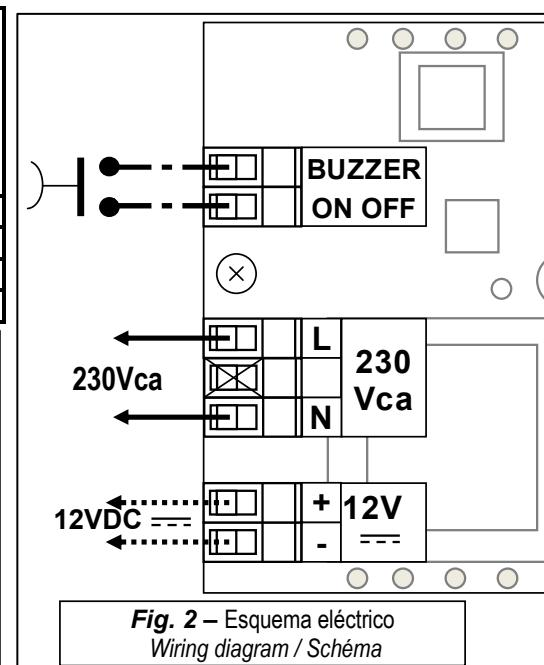

Fig. 2 – Esquema eléctrico
**Conexiones eléctricas (Fig. 2):** Los terminales son del tipo enchufable, y es necesario extraerlos para realizar la conexión. Se debe prestar atención a la polaridad cuando se inserten de nuevo.
**Electrical connections (Fig. 2):** The terminals are plug-in type, it is necessary to extract them to make the connection. Pay attention when you insert them again, being polarized
**Raccordements électriques:** (Fig.2): Les borniers sont de type "brochable", il est nécessaire de les débrocher pour effectuer les connexions. Prêter attention en les réinsérant, étant donné qu'ils sont polarisés.